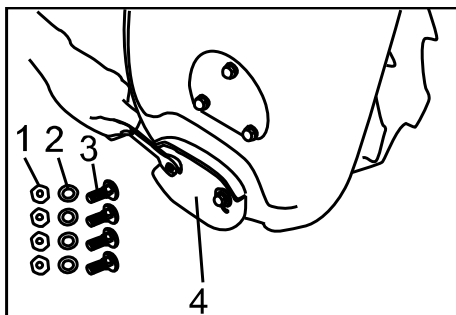

Рис.7
5. Установка направляющих салазок. Вставить 2 болта (3), надеть на них 1 направляющую (4), одеть 2 шайбы (2) и закрепить ее с помощью 2 гаек (1) (Рис.7).